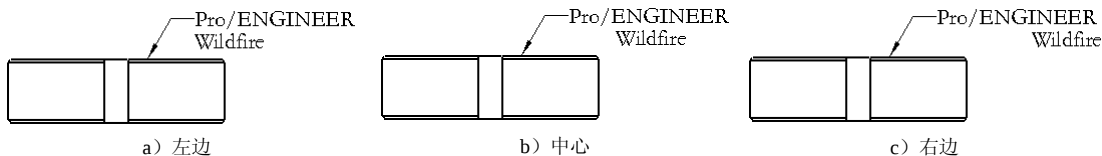

图 9.2.4 水平对齐方式
- ☒ **水平**：调节注解文本水平方向的对齐方式，分为左边、中心和右边三种方式。设置水平对齐方式的效果如图 9.2.4 所示。